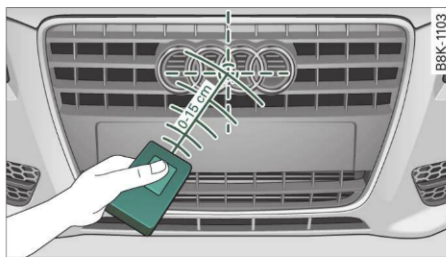

Fig. 167 Grila radiatorului
6. Mențineți **emițătorul original** aproximativ în mijlocul grilei radiatorului autovehiculului ⇒ fig. 167.
- Țineți **emițătorul original** al dispozitivului de acționare a porții garajului sau al altor dispozitive, direct în centrul grilajului ventilatorului ⇒ *pagina 153*, fig. 167. Distanța necesară depinde de sistemul pe care vreți să-l programați.